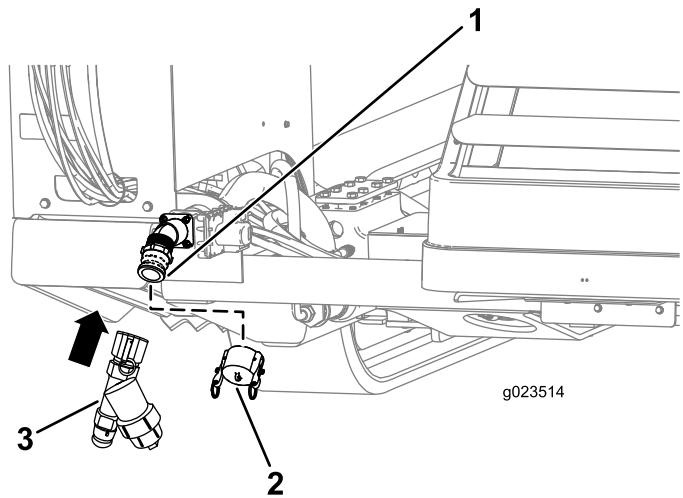

Bild 46
1. Nehmen Sie den Pumenzulaufdeckel ab (Bild 46).
2. Flüchten Sie das Y-Sieb mit dem Gewinde an der Pumpe aus (Bild 46).